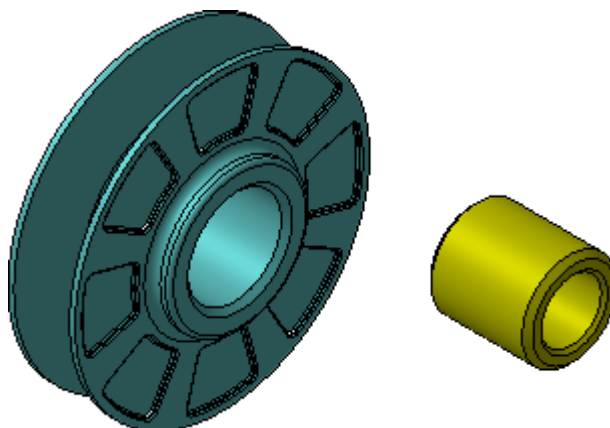

Рисунок 9
- Добавьте в сборку деталь ПК.01.02. Втулка. Поместите ее рядом с Роликом. В этот момент достаточно указать ее произвольное положение (рис.9).